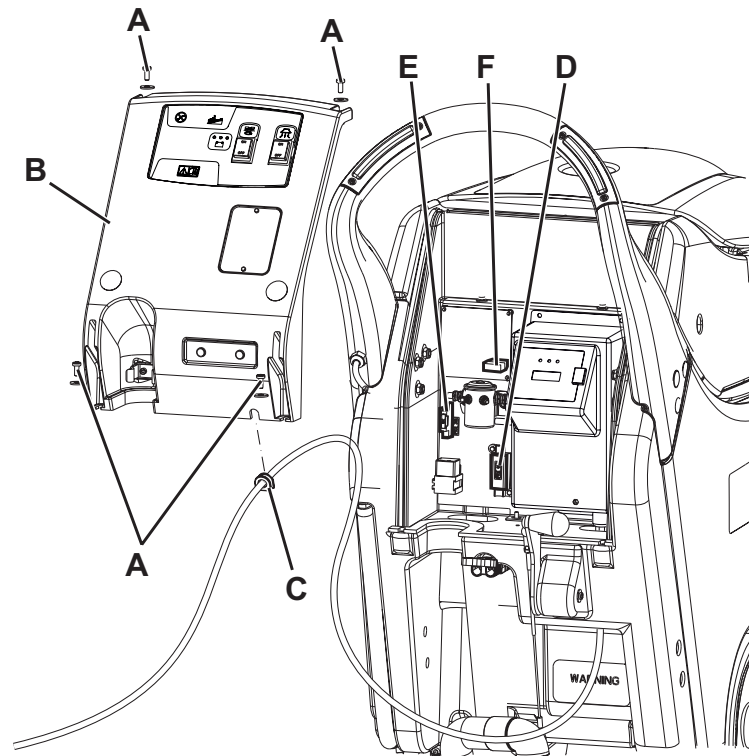

Abbildung 10
1. Batteriestecker (8) trennen.
2. Schmutzwasserablassrohr (11) verschieben.
3. Falls vorhanden, das Kabel des Ladegeräts vom Halter (5) entfernen.
4. Die Schrauben (A, Abb. 10) entfernen und vorsichtig die Platte (B) verschieben, indem man das kleine Gummi (C) aus dem Sitz der Platte (B) entfernt.
- (D) Sicherung F1 (40 A), Bürstenkopfmotor
- (E) Sicherung F2 (30 A), Ansauganlage
- (F) Sicherung F3 (5 A), Platine